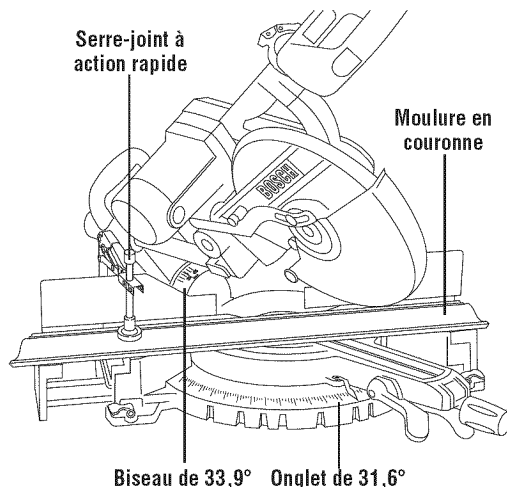

Figure 35. Mouleur en couronne reposant à plat
1. Pour les coins à 90°, réglez les angles d'onglet et de biseau en vous aidant des tableaux ci-dessous. Serrez le bouton de blocage de l'onglet et le bouton de blocage du biseau (Figure 35).